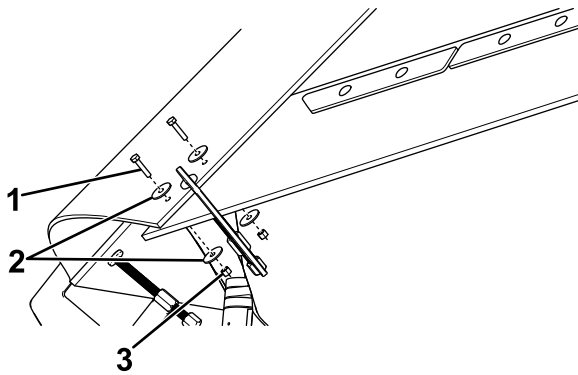

Figura 7
10. Fije las 2 secciones juntas con un perno (1/4"), 2 arandelas de guardabarros y una contratuerca de nailon (1/4"), tal y como se muestra en la Figura 7.